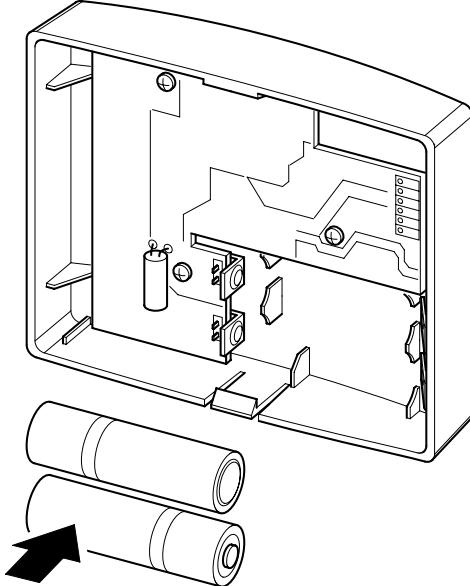

Fig. 11
- sostituire le batterie (Fig. 11) e rimontare il coperchio.
- replace the batteries (Fig. 11) and reassemble the cover.